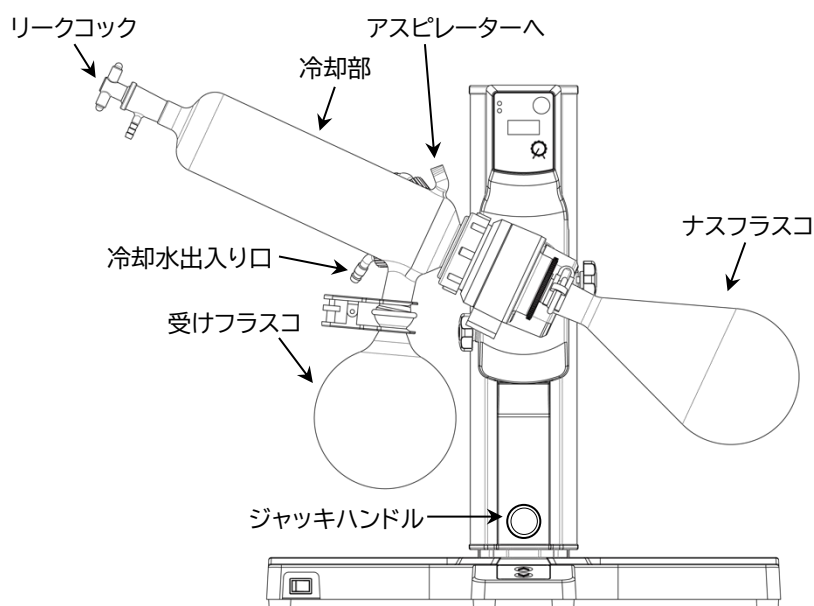

図5 エバポレーターの概略図
- ⑪ 流出させた下層を再び分液ろうとに戻す。
- ⑫ ②～⑩をもう一度繰り返し、コニカルビーカーに取り出した上層が合計20mL になるようにする。
- ⑬ コニカルビーカーに無水硫酸ナトリウムを少量加えてふり混ぜる。加えた無水硫酸ナトリウムがまとまらなくなるまで加える。
- ⑭ ナスフラスコの質量を測定する。(B)g
- ⑮ ナスフラスコに、ろうとをさし、ろうとにひだおりろ紙を置き、コニカルビーカーの試料を流し込みろ過する。
(3) エバポレーターによる溶媒留去
- ① ナスフラスコをエバポレーターに設置する。(図5)
- ② ウォーターバスにお湯を入れ、温度を 50℃に設定する。ナスフラスコがちょうどウォーターバスに入るように、エバポレーターの傾きを調節する。
- ③ 冷却部に、バケツに入れた冷却水を、ポンプを使って循環させる。
- ④ アスピレーターを電源を入れる。
- ⑤ モーターのスイッチを入れ、ナスフラスコを回転させながら、少しずつリークコックを閉め、内部の真空度を上げる。このとき、ナスフラスコ内の試料が突沸しないように注意する。
- ⑥ リークコックを完全に閉めたら、ジャッキハンドルを回し、ナスフラスコをウォーターバスにつける。このとき、一気に下げてウォーターバスでナスフラスコを割ってしまわないように注意する。
- ⑦ 溶媒が完全になかったら、エバポレーターを止め、リークコックを開けて、アスピレーターを電源を落とす。
- ⑧ ナスフラスコを注意しながら外し、外側の水滴を拭き取ってから質量を測定する。(C)g